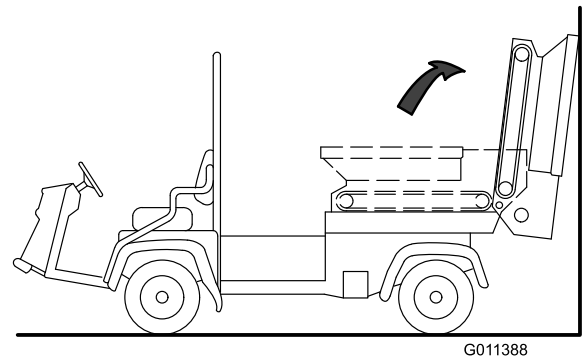

**Bild 32**
4. Entfernen Sie die beiden Zylinderschrauben, Unterlegscheiben und Muttern auf jeder Seite der Maschine und sichern Sie den Füllkasten auf der Schiebepritsche (Bild 32).